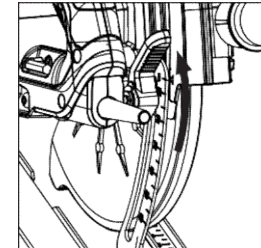

Рис. 10
- Освободите механизм блокировки регулировки глубины, потянув рычаг управления вверх. (Рис. 10)